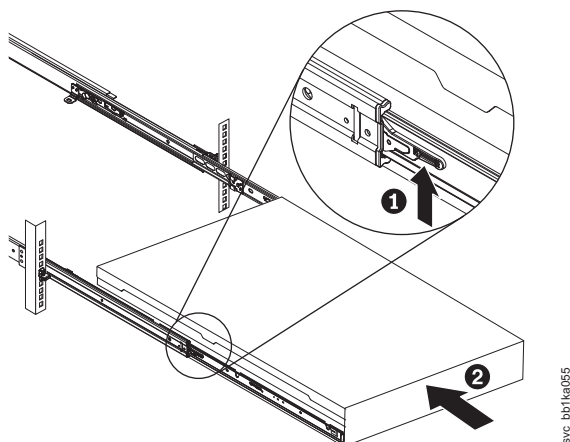

図 37. ラックのスライド・レールの 2145-CG8 または 2145-CF8 ロック・レバーを上げる
- スライド・レール上のロック・レバー (図 37 の 1) を上げて、サーバー 2 を、所定の位置にカチッと音を立てて収まるまで、ラック内に完全に押し込みます。